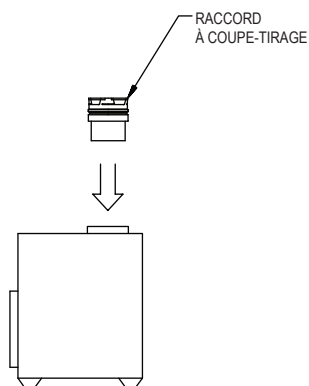

Figure 26
**(c). Raccord.** Lisez les instructions du fabricant de l'appareil sur la façon de raccorder le conduit flexible à l'appareil. Dans la plupart des cas, un raccord de coupe-tirage sera nécessaire, comme le montre la **Figure 26**. Si vous avez des